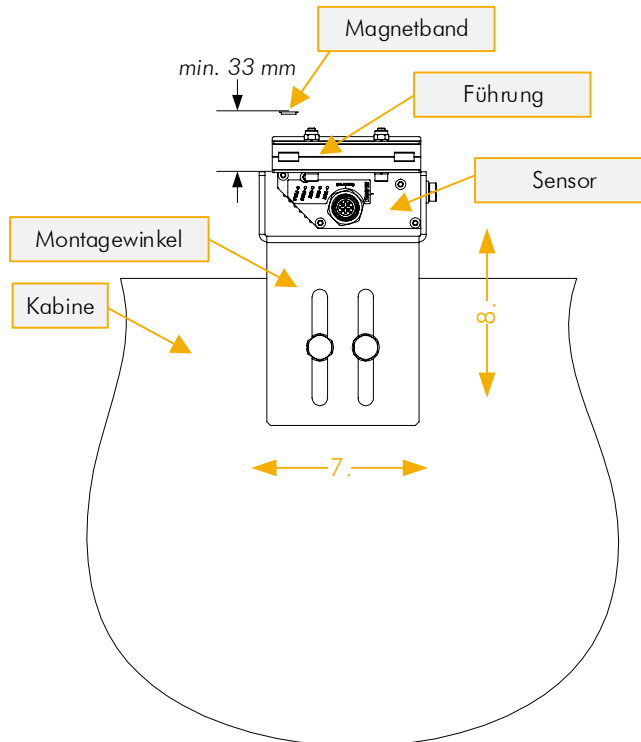

Abbildung 12: Abstand und Ausrichtung des Magnetbandes mit Bezug zum Sensor
7. Richten Sie den Sensor aus. Nutzen Sie dabei das Band als Referenz. Als erstes richten Sie den Sensor mittig zum Band aus (Schritt 7. in Abbildung 12).